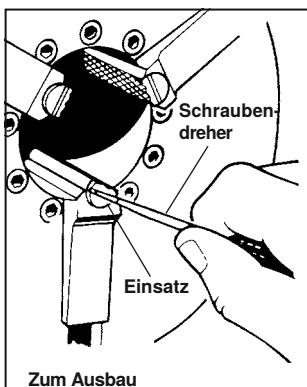

Abbildung 31 – Austausch der Backeneinsätze
1. Setzen Sie die Klinge eines Schraubendrehers in den Schlitz des Einsatzes und drehen Sie den Einsatz um 90 Grad in eine Richtung. Entfernen Sie den Einsatz (*Abbildung 31*).
2. Platzieren Sie den Einsatz seitlich auf dem Sperrstift und drücken Sie ihn soweit wie möglich nach unten (*Abbildung 31*).